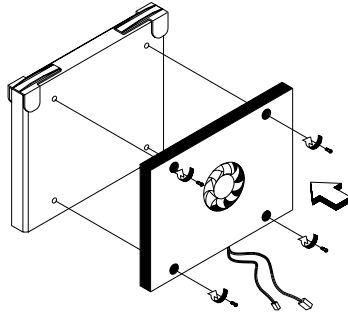

Figura 3-5 Módulo ventilador/disipador térmico
1. Fije el módulo ventilador/disipador térmico al procesador Pentium III Xeon y sujételo con cuatro tornillos, como muestra la Figura 3-5.